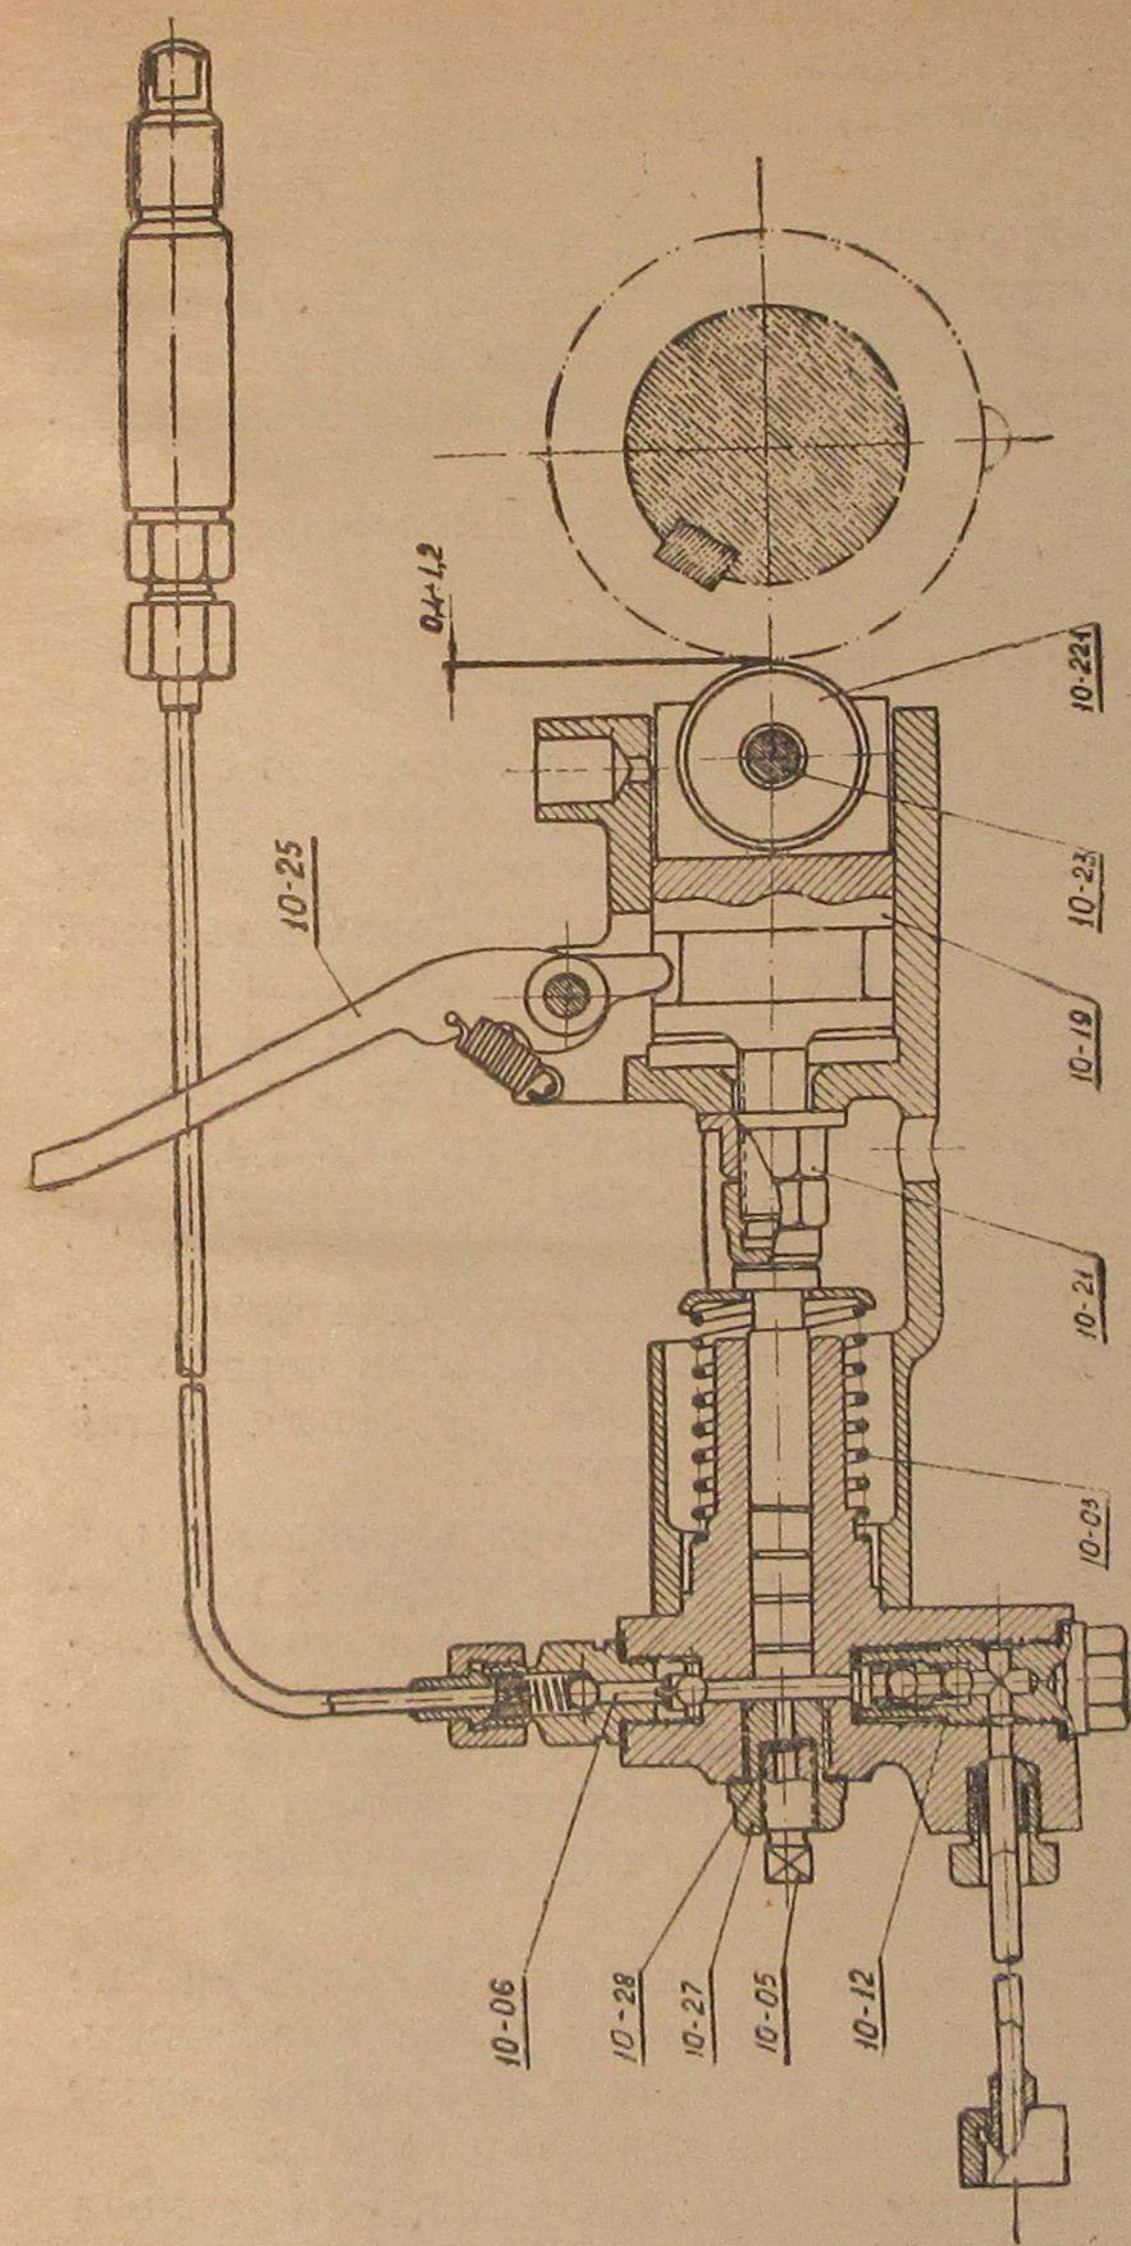

Рис. 3
8. Топливные насосы (для заводки) (рис. 3).